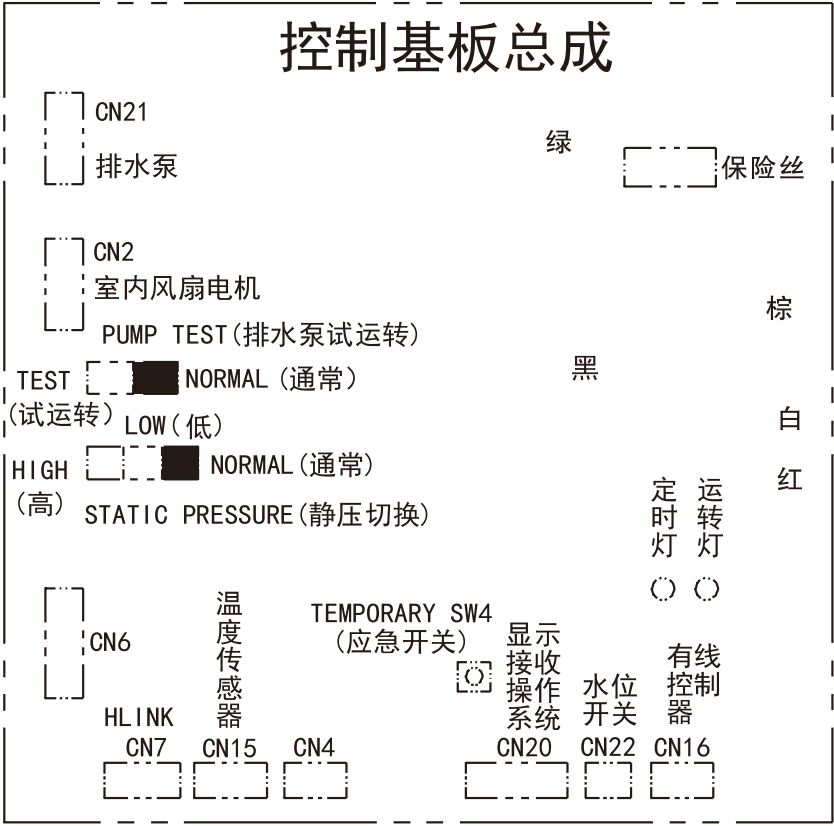

图10
- (5) 在接好电线和排水管后，按下面步骤检查确认水流通畅。
- b. 将控制基板上排水泵拨到“试运转”档。（图10）